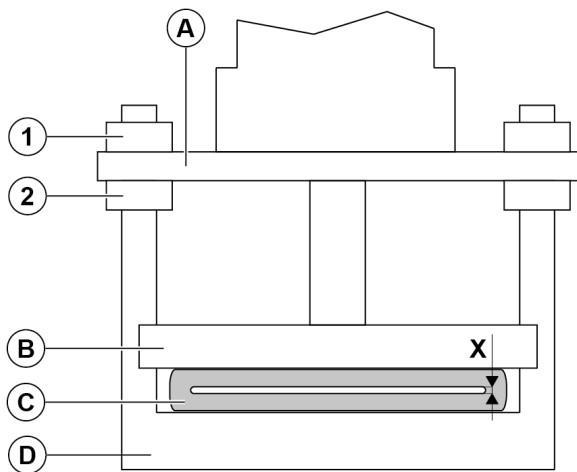

Figure 15.
3. Si la vanne est équipée de plaquettes d'ouverture, desserrez les vis de fixation (8 pcs) sur les barres de pincement et tirez sur les plaquettes d'ouverture (*Figure 15*).
3. Défaites les vis (7.) entre les moitiés de corps de vanne et détachez la partie inférieure du corps. Si la vanne comporte des plaquettes d'ouverture, détachez-les (17.) des barres de pincement supérieure (3.) et inférieure (4.) (8 vis - *Figure 15*).